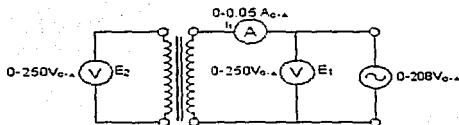

Figura 4
- Conectar el circuito de la figura 4.
6.	Determino el efecto de saturación. <ul style="list-style-type: none"> <li>• Conectó el circuito de la figura 4.</li> <li>• Conectó la fuente de alimentación y la ajustó a 25 VC.A. tomar las lecturas de I1 con el amperímetro y E2 con el voltímetro.</li> <li>• Aumentó la tensión de la fuente de 25 en 25 volts hasta llegar a 200 VC.A.</li> </ul>